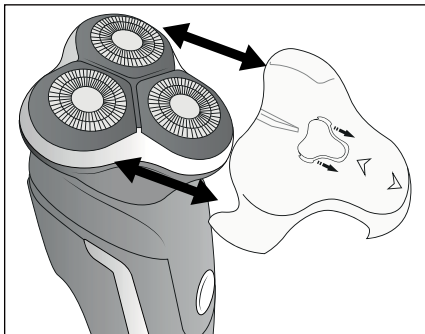

Abb. 1
- ◆  Lösen Sie die Schutzkappe **1**, indem Sie diese nach unten von der Schereinheit **2** abziehen (siehe Abb. 1).